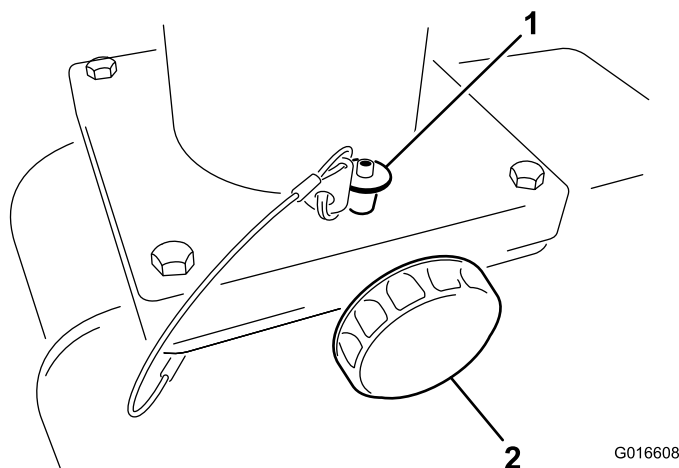

Figura 10
1. Para girarlo, afloje el pomo de apriete, luego presione hacia adentro el botón del pasador de bloqueo y retire el pasador de bloqueo de la chapa del conducto (Figura 10).